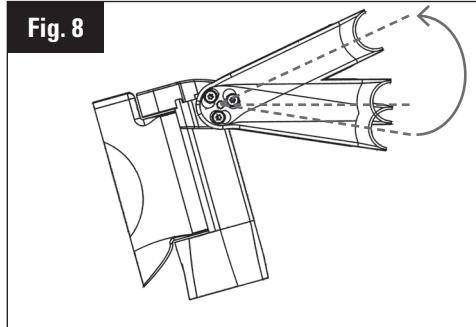

Fig. 8
8. Stel uw hoekstelling bij volgens de horizontale, de masten kunnen verschillen in hoek van +20° tot -9° (Fig. 8).